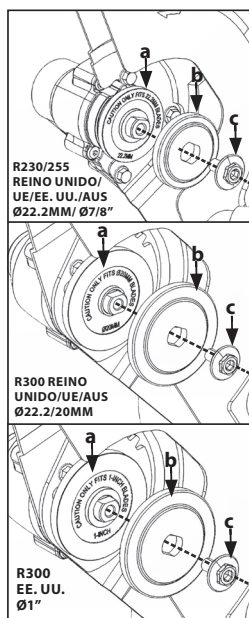

FIG. 1
- Instale el borde de la hoja **(a)** en el lado interior de la hoja. **(Fig. 1)**
- Instale el borde exterior de la hoja **(b)** e introduzca el perno del eje **(c)** en el eje de la máquina, para la máquina correspondiente. **(Fig. 1)**